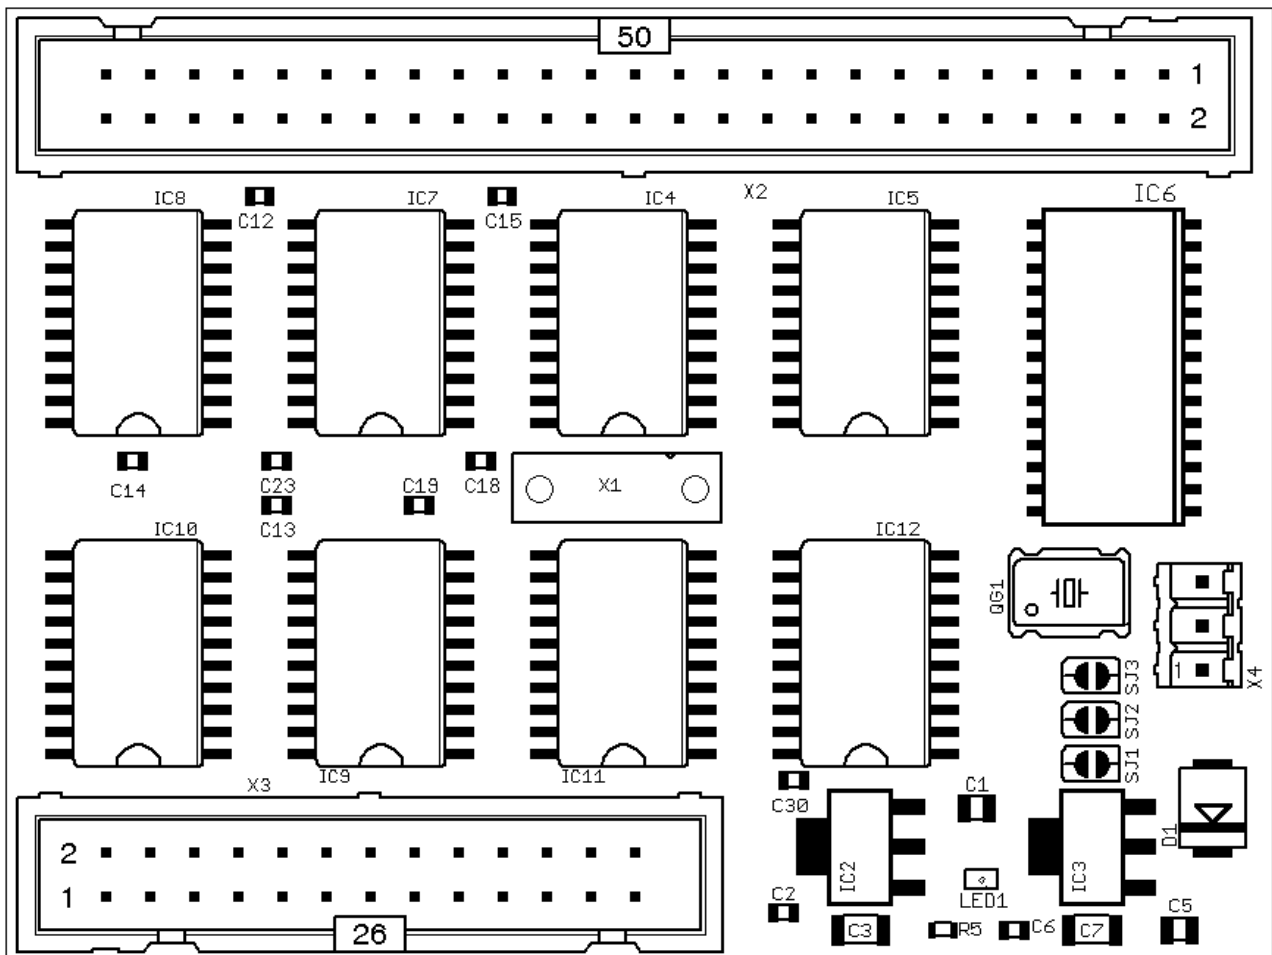

Abbildung 1: Bestückungsseite des ACSI-SCSI Adapters
2. Über den externen Spannungsversorgungsanschluss X4. Die Belegung des Steckverbinders ist wie folgt Pins 1 und 3 = +5V, Pin 2 = 0V. Siehe hierzu auch Abbildung 1.
Auf der Oberseite des SCSI-Adapters befinden sich drei Lötjumper (siehe Abbildung 1). Durch jeweiliges Schließen der Jumper können verschiedene ID-Nummern gemäß folgender Tabelle eingestellt werden. Werksseitig wird der Adapter mit ID 7 ausgeliefert.